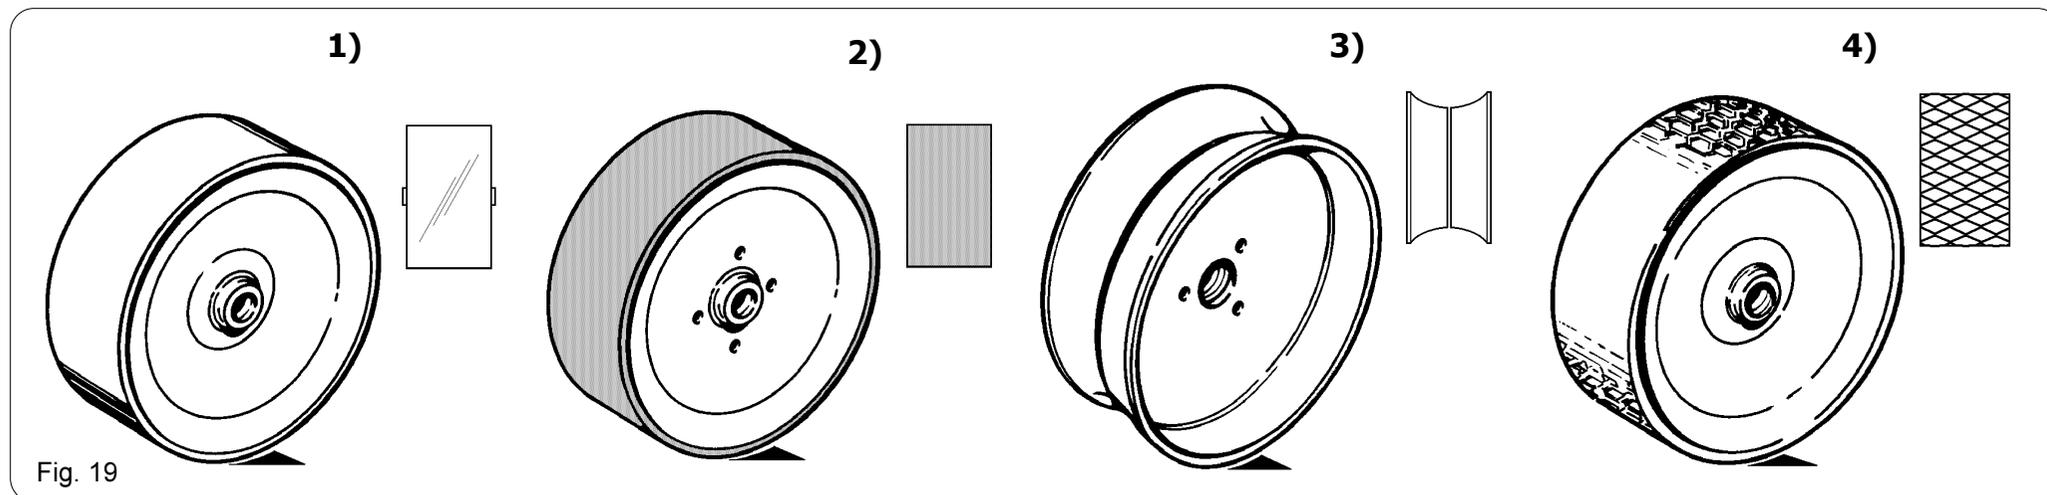

Fig. 19
Gli abbinamenti delle ruote anteriore(1) e posteriore (1,2,3,4) Fig.19 del bilanciere sono funzione del tipo di semina e del terreno:
The coupling of front (1) and rear (1,2,3,4) press wheel Fig. 19 of the equalizer depends on the seeding and soil type:
Die verschiedene Ausführungen von vorderem (1) und hinterem (1,2,3,4) Abb. 19 Tandemdruckräder werden, je nach Saat - und Bodenart, eingesetzt:
Les rouleaux postérieures (1,2,3,4) et antérieures (1) Fig. 19 peuvent tre couplés suivant le besoins (condition du sol et type de semis) :
Los acoplamientos de las ruedas delantera (1) y trasera (1,2,3,4) Fig. 19 son en funcion del tipo de semillas y de las condiciones del terreno: